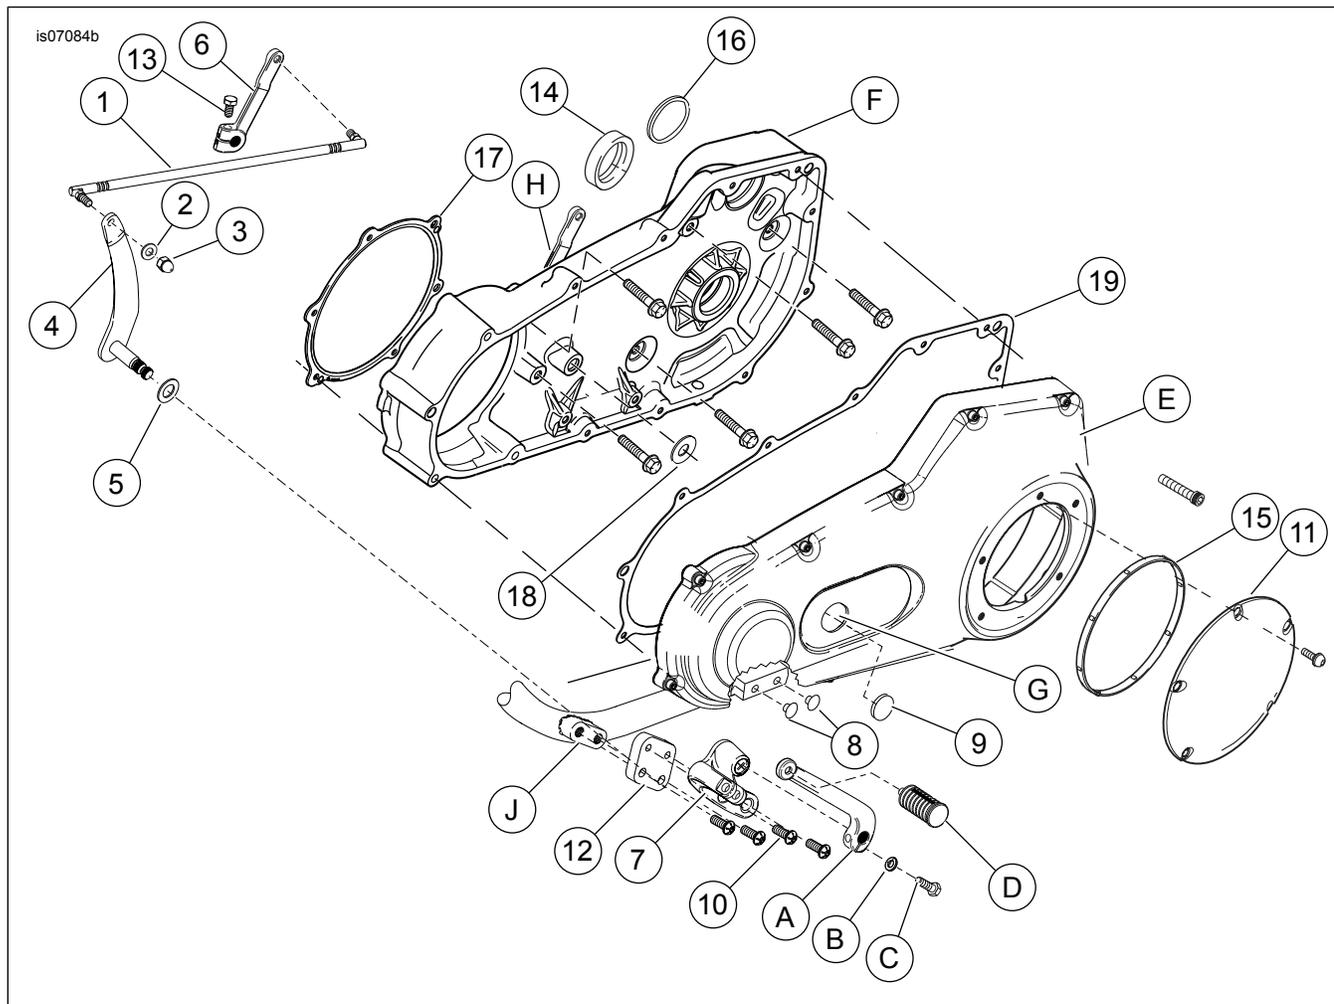

Figura 4. Peças de reposição: Kit de controle de pedal de avanço de alcance reduzido
Veja Figura 4 e Tabela 1 e Figura 5 e Tabela 2.
2. Veja Figura 4. Desconecte a articulação do câmbio do eixo e da alavanca do câmbio (4).
Veja Figura 4. Antes de remover a alavanca do câmbio da transmissão (H), será necessário marcar a orientação correta da alavanca.
9. Afrouxe o parafuso da alavanca (5) e remova a alavanca antiga. Do kit, instale a **nova** alavanca do câmbio de marchas (Figura 4, item 6) no eixo estriado com a mesma orientação da antiga alavanca do câmbio.
Veja Figura 4. A placa de alcance reduzido (12) é instalada entre o suporte do câmbio e a estrutura.
3. Parafusos de vedação (5)
7. Parafuso (4) (comprido)
8. Parafuso (9) (curto)
5. Empurre os tampões dos furos (Figura 4, item 8) nos furos dos parafusos no quadro onde o conjunto do pedal do freio original estava montado.